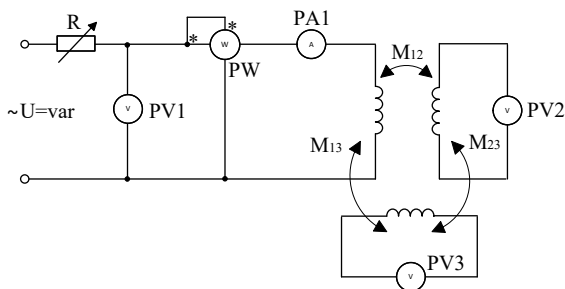

Рис. 5.3.
2.1.3. Собрать цепь по схеме, приведенной на рис. 5.3.